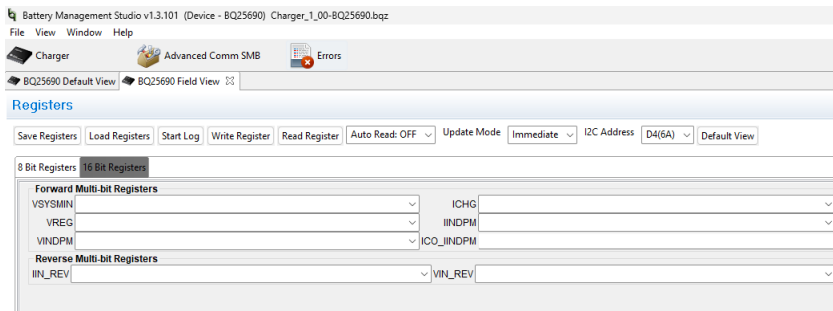

图 3-2. BQ25690 EVM 软件的 8 位和 16 位寄存器选项卡的字段视图
3. 在随即显示的窗口中选择功能区右侧的 **Field View**，然后出现 BQ2569x EVM 软件的主窗口，如图 3-2 中所示。